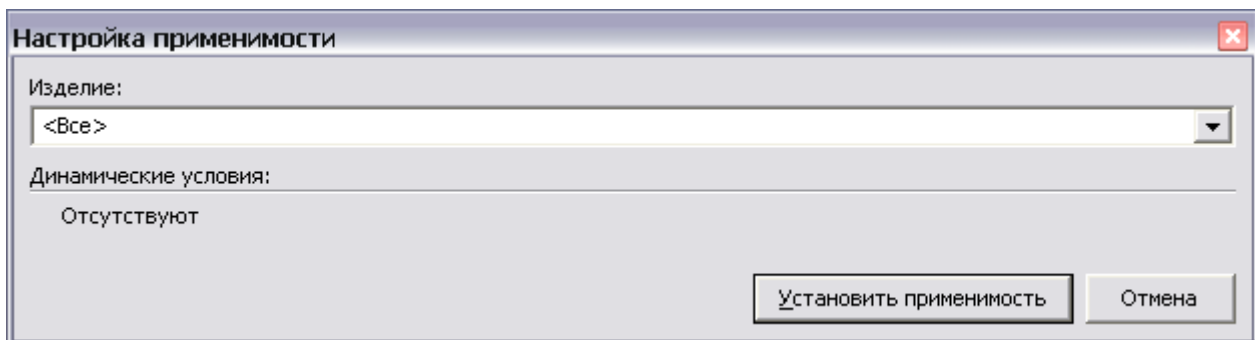

Рис. 21.13
- **По применимости.** По умолчанию выбрана применимость «Все». Применимость «Все» означает, что отчет создается для версий модулей данных, действительных для всех изделий и при всех условиях эксплуатации. Для выбора другой применимости нажмите на кнопку . После этого появится окно **Настройка применимости** (Рис. 21.13).